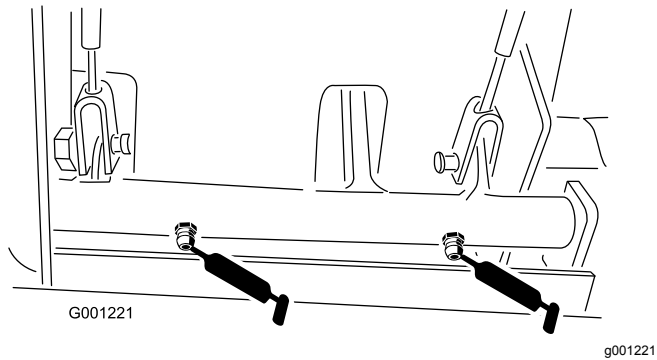

Figura 36
- Boccole girevoli del freno (Figura 36)
- Cavi dei freni (lato ruota motrice e pedale del freno) (Figura 36)